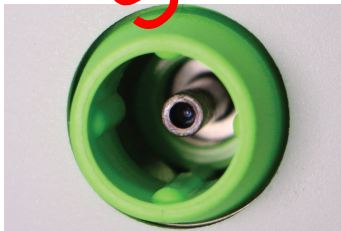

Abbildung 4a
- a) Der Injektionsapparat muss sich im offenen und nicht geladenen Zustand befinden. Sie können dies überprüfen, indem Sie sicherstellen, dass die Griffe des Injektionsapparats sich in der Position wie in Abbildung 1 befinden und dass der Injektionshammer sichtbar ist, wie in Abbildung 4a gezeigt.